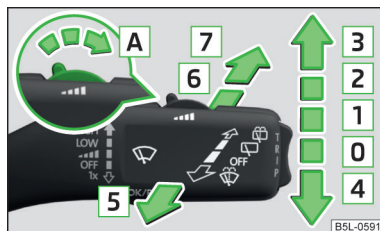

Fig. 36
Pozițiile manetei de operare » fig. 36.
După eliberarea manetei de operare, instalația de spălare se oprește și ștergătorul mai efectuează 2 până la 3 curse de ștergere (în funcție de durata procesului de stropire). **Maneta de operare rămâne în poziția [6]** » fig. 36.
Când maneta de operare se află în poziția [2], respectiv [3] » fig. 36, la o viteză mai mare de 5 km/h, se va realiza o ștergere a lunetei, la fiecare 30 secunde, respectiv 10 secunde.
- Apăsați de cinci ori succesiv în interval de 5 secunde, maneta de operare în poziția [6] » fig. 36 la pagina 58.
Curățirea farurilor are loc după cuplarea contactului, întotdeauna la prima și la fiecare a cincea stropire a parbrizului (poziția [5] » fig. 36 la pagina 58), cu condiția ca lumina de întâlnire sau de drum să fie cuplată.